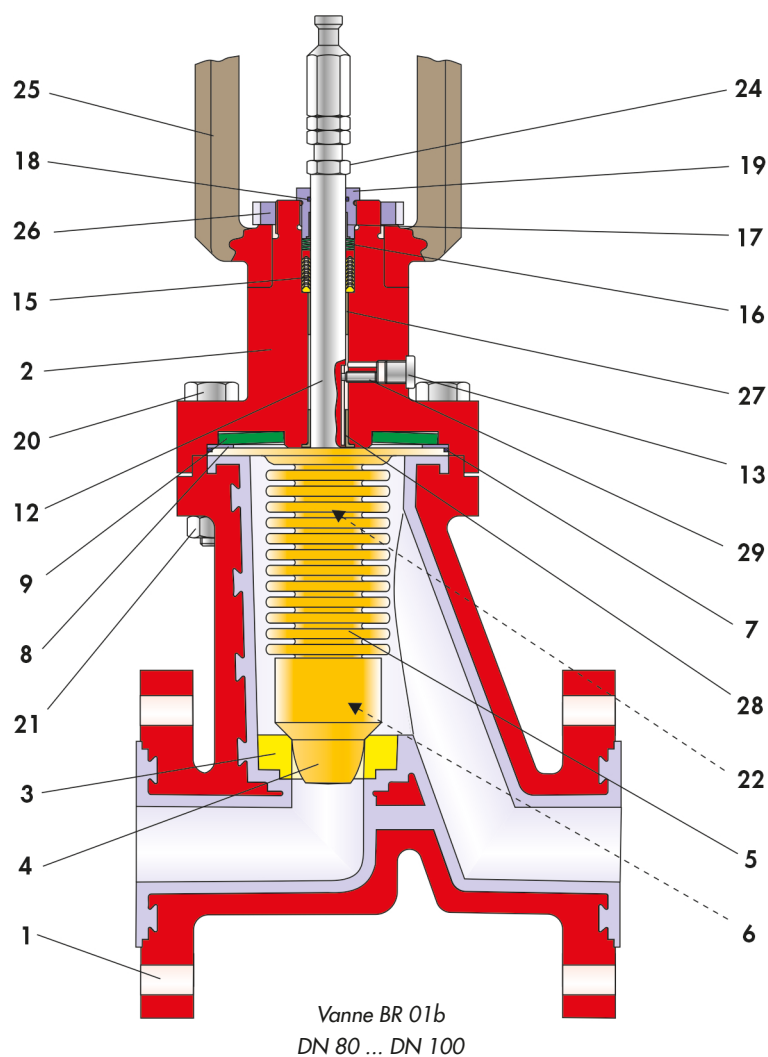

Fig. 3-3 : Coupe d'une vanne BR 01b telle que fabriquée jusqu'en 2006
- ⇒ À l'aide d'un mandrin adapté, insérer la douille Glycodur (27) dans le passage de la tige d'impulsion jusqu'en butée.
- ⇒ Enfoncer la douille collerette Glycodur (28) jusqu'en butée.
- ⇒ Pour la suite du montage, poser le chapeau (2) avec le côté à bride sur une surface propre située à hauteur de travail de sorte à pouvoir accéder facilement à l'ouverture supérieure.
- ⇒ Enfoncer la garniture à chevrons (15) dans l'alésage prévu à cet effet et dans l'ordre suivant : anneau de serrage, chevrons en PTFE, puis anneau final. La disposition de la garniture à chevrons est indiquée sur le dessin Fig. 3-3.
- ⇒ Insérer le jeu de rondelles-ressorts (16). La disposition des rondelles-ressorts est indiquée sur le dessin Fig. 3-3.
- ⇒ Pousser l'arcade à colonnes (25) par-dessus le chapeau, puis la fixer avec l'écrou cannelé (26).
- ⇒ Insérer la rondelle-ressort (9), la rondelle d'appui (8) et le joint torique (7) dans le chapeau (2). La disposition des pièces est indiquée sur le dessin Fig. 3-3.
- ⇒ Insérer la tige prémontée (voir chapitre 3.5.2.2) dans le chapeau (2).
- ⇒ Enfoncer la bride du soufflet (5) dans la gorge du chapeau (2).
- ⇒ Visser la tige filetée (29).